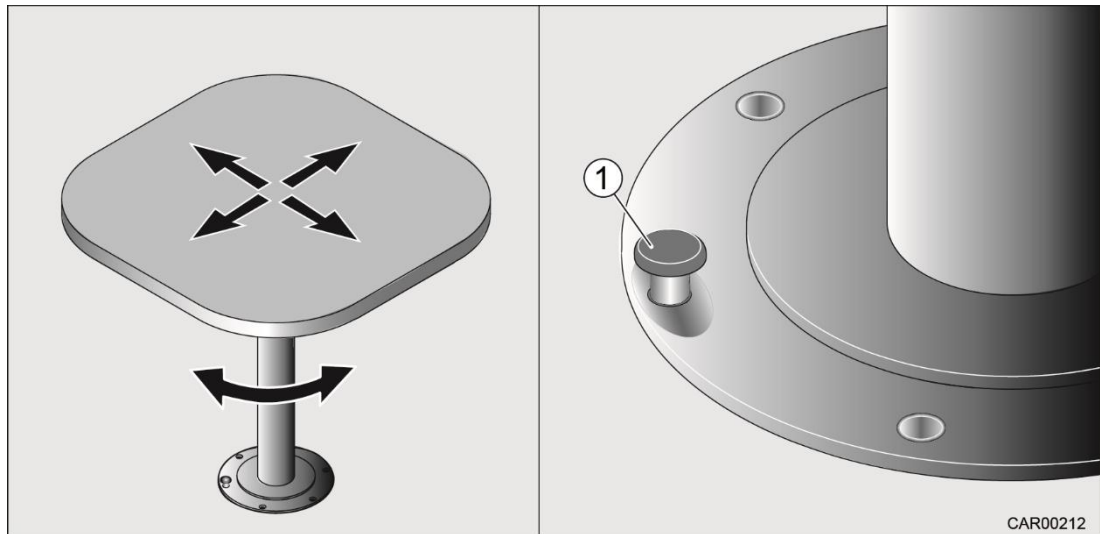

Fig. 59 Table coulissante et tournante (avec pédale)
1. Appuyer sur la pédale (Fig. 59/1).
3. Relâcher la pédale (Fig. 59/1) pour bloquer le dessus de table.